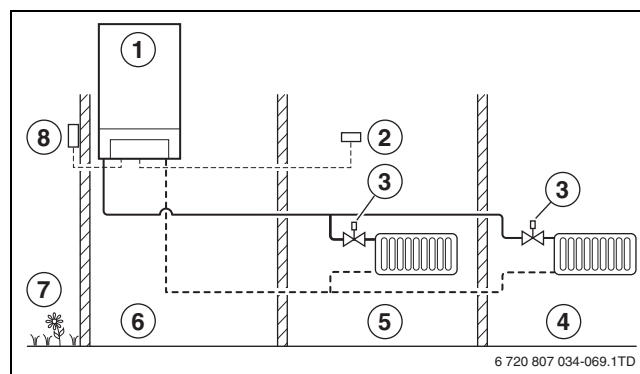

Bild 24 Regelprinzip der außentemperaturgeführten Regelung
- Bei der witterungsabhängigen Regelung wird die Temperatur in allen Räumen von auf den Heizkörpern angebrachten thermostatischen Heizkörperventilen geregelt. Der Installationsort der Regelung kann frei gewählt werden (→ Bild 24).